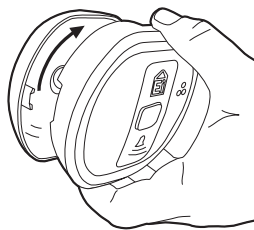

Abb. 4
7. Warnmelder vorsichtig auf dem Sockel ausrichten, leicht andrücken und drehen (siehe Abbildung 4). Hierdurch werden die Batterien aktiviert. Die rote, gelbe und grüne LED blinken unmittelbar der Reihe nach auf, um zu signalisieren, dass sie funktionieren. Bei Modellen mit LCD-Anzeige leuchten die Symbole kurz auf dem Display auf.